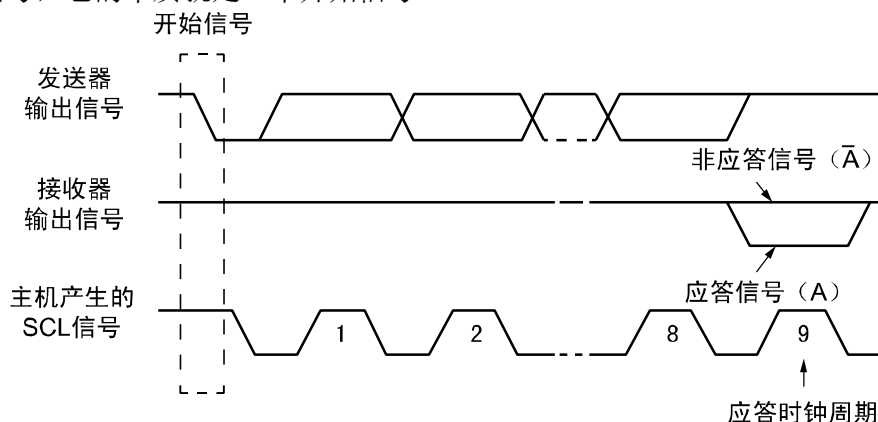

Figure 15-5 IIC 总线的应答信号
应答信号 (A)：接收数据的 IIC 在接收到 8 位数据后，向发送数据的 IC 发出的特定的低电平脉冲。每一个数据字节后面都要跟一位应答信号，表示已收到数据。应答信号在第 9 个时钟周期出现，这时发送器必须在这一时钟位上释放数据线，由接收设备拉低 SDA 电平来产生应答信号，由接收设备保持 SDA 的高电平来产生非应答信号 ( $\bar{A}$ )，如 Figure 15-5 所示。所以，一个完整的字节数据传输需要 9 个时钟脉冲。如果从机作为接收方向主机发送非应答信号，这样，主机方就认为此次数据传输失败；如果是主机作为接收方，在从机发送器发送完一个字节数据后，发送了非应答信号，从机就认为数据传输结束，并释放 SDA 线。不论是以上哪种情况都会终止数据传输，这时，主机或是产生停止信号释放总线，或是产生重新开始信号，开始一次新的通信。开始信号、重新开始信号和停止信号都是由主控制器产生，应答信号由接收器产生，总线上带有 IIC 总线接口的器件很容易检测到这些信号。